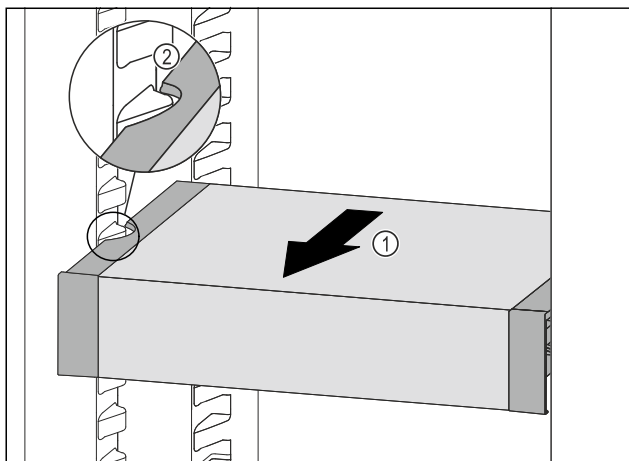

Fig. 176
- ▶ Потягнути VarioSafe вперед Fig. 176 (1), поки бокові заглиблення VarioSafe не опиняться на рівні ребра для ємності в охолоджувальному відділенні. Fig. 176 (2)